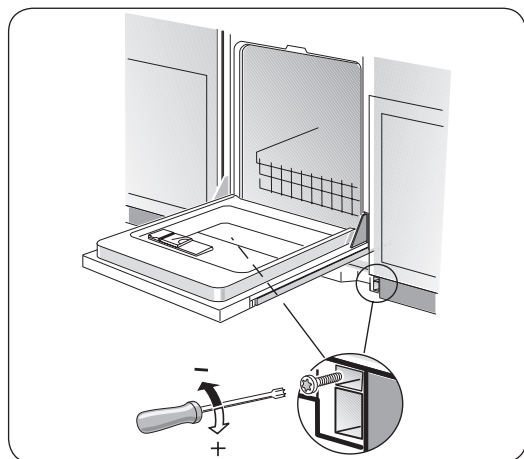

Figure 34
- 2 Insérer les vis comme à la figure 34. Tourner dans le sens horaire pour augmenter la tension.